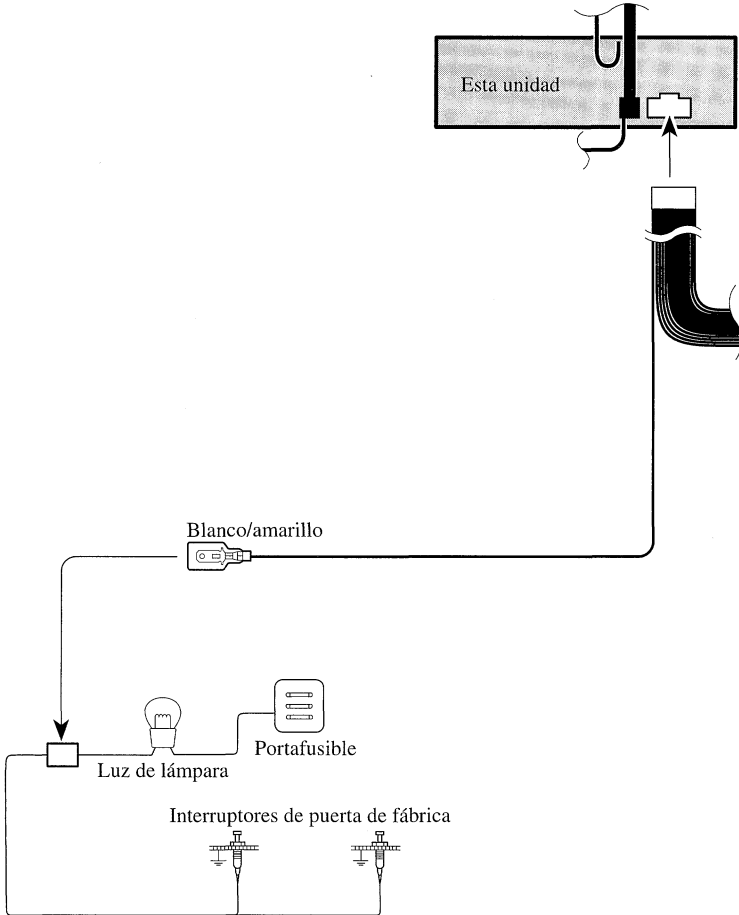

Fig. 3
■ **Blanco/amarillo (Interruptor de puerta, DOOR SWITCH) (Fig. 3 y 4)**